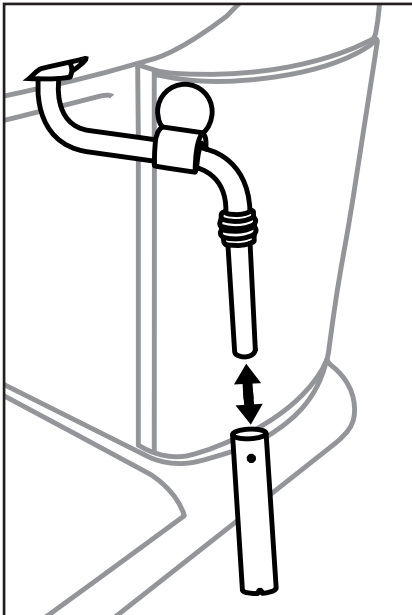

Abbildung 1
- 1) Stellen Sie einen leeren Behälter unter den Milchaufschäumer ⑩.
- 2) Drehen Sie den Dampfregler ⑦ direkt nach dem Gebrauch auf „+“ und lassen Sie einige Sekunden Dampf entweichen.
- 3) Drehen Sie den Dampfregler ⑦ zu (bis zum Anschlag in Richtung „-“ drehen), schalten Sie das Gerät aus und ziehen Sie den Netzstecker.
- 5) Ziehen Sie die Hülle des Milchaufschäumers ⑩ ab (Abbildung 1) und reinigen Sie diese sorgfältig im warmen Wasser.
- 7) Schieben Sie die Hülle wieder auf die Düse (Abbildung 1).